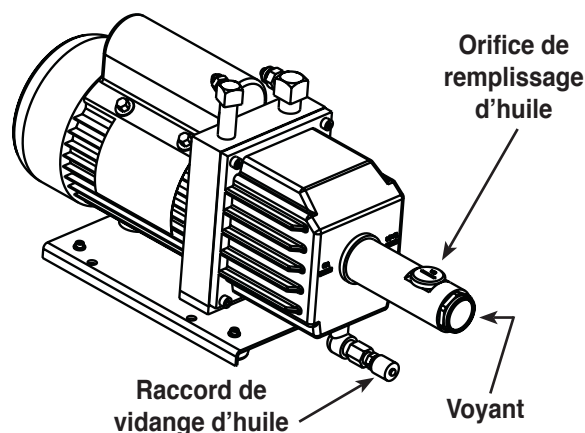

Figure 10
3. Reportez-vous à la Figure 10 et enlevez le bouchon en laiton de l'orifice de remplissage d'huile de la pompe à vide. (La pompe se vidange plus rapidement lorsqu'il y a aération.)
5. Fixez le tube souple et le bouchon sur la bouteille d'huile et versez cinq (5) onces d'huile de pompe à vide dans l'orifice de remplissage.